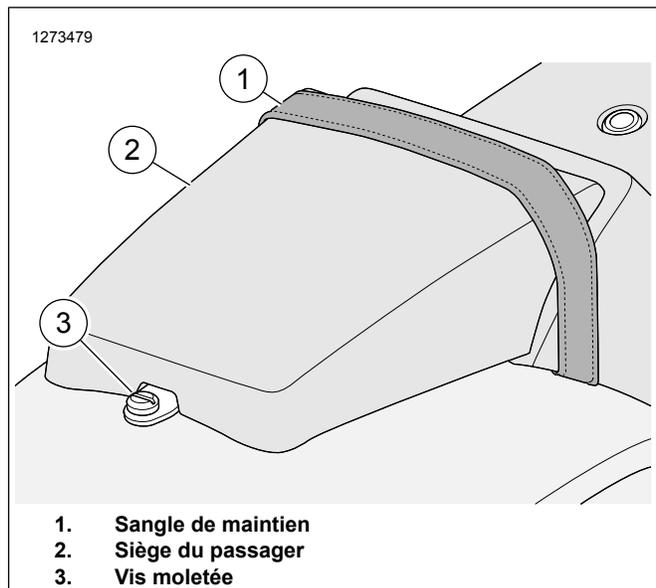

Figure 4. Siège du passager
5. Voir Figure 4. Poser le siège du passager (2).
- b. Positionner la sangle de maintien (1) sur le siège du passager.
- c. Poser la vis moletée (3).